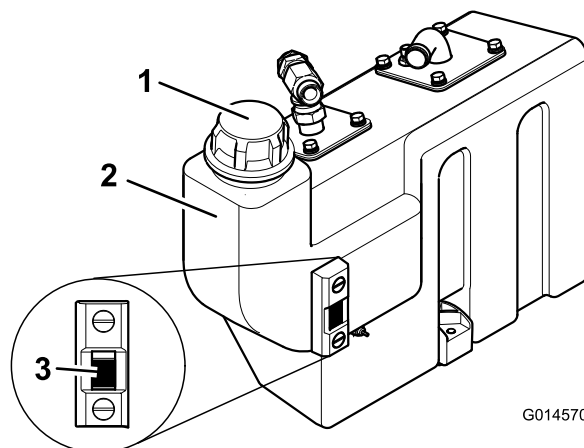

Figure 26
3. Si l'appoint d'huile hydraulique est nécessaire, nettoyez la surface autour du bouchon du réservoir hydraulique (Figure 26). Retirez le bouchon du réservoir.